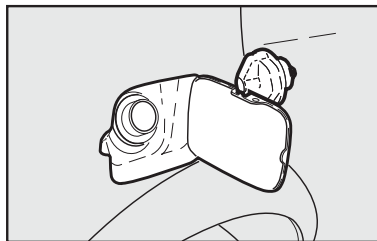

fig. 129
- Após a retirada da tampa, encaixe-a no suporte existente na portinhola **fig. 129**.